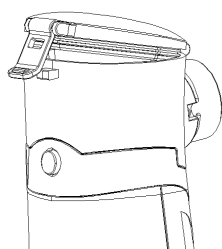

Рис.5
- Откройте лекарственный контейнер, поднимая фиксатор (Обратитесь к рис. 5, 6).